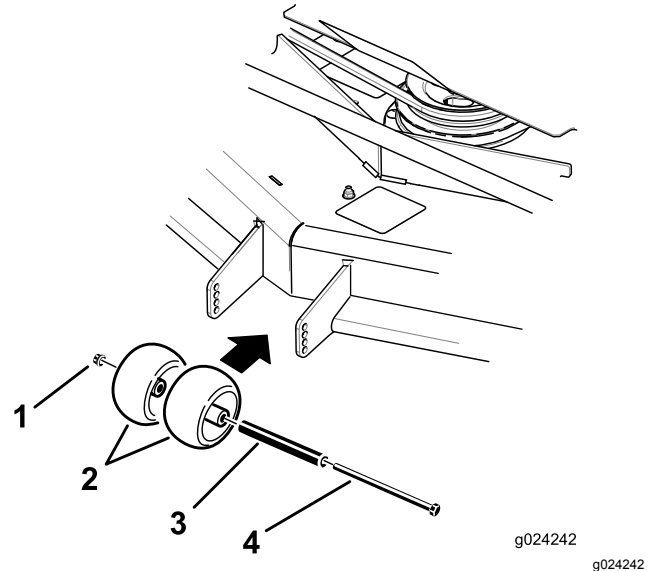
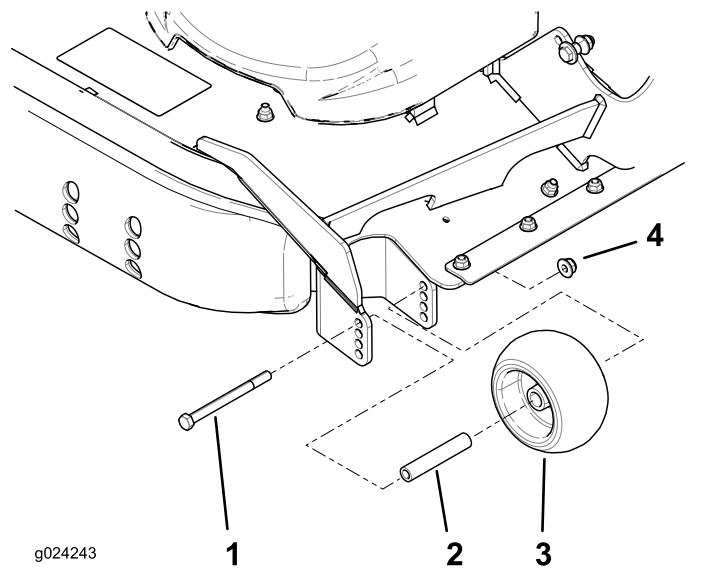

Figura 27
Figura 28
3. Regolate i fori antistrappo come illustrato in Figura 27 e Figura 28 per adattarli alla posizione di altezza di taglio più vicina.